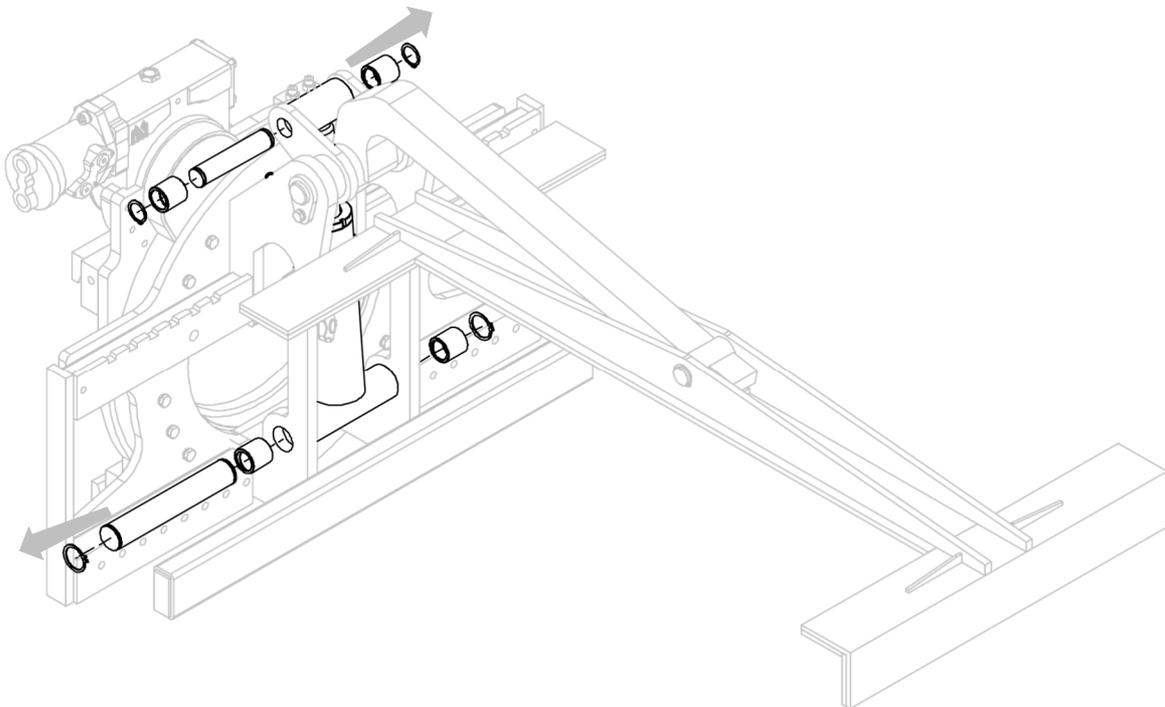

Figure 19
4. Prendre comme référence la *Figure 19*.